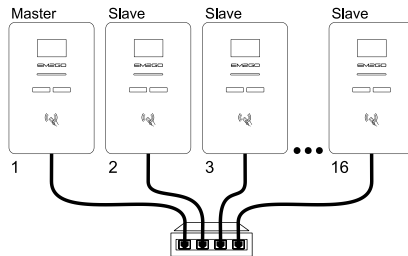

Abb. 6-5 Lokales Lastmanagement über Ethernet
1. Um das lokale Lastmanagement zu nutzen, verbinden Sie bis zu 16 Ladestationen per Kabel über Ethernet mit einem Netzwerkschicht oder Router (siehe **Abschnitt 5.1.5** und **Abb. 6-5**).